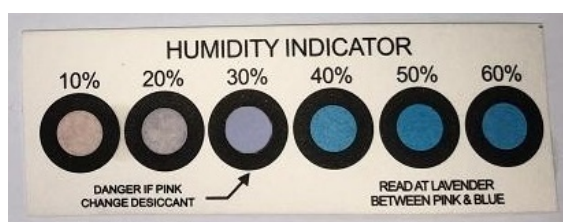

图5-5 湿度卡的30%标识圈显示为淡紫色
- 20%标识圈显示为粉色、30%标识圈显示为淡紫色，需按要求烘焙产品后再进行贴片，见图5-5。